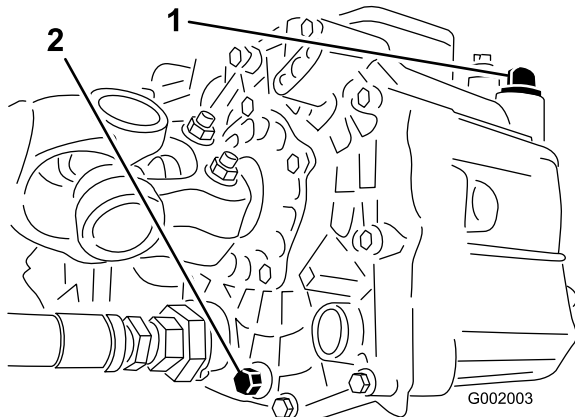

図 66
- 油圧オイル・タンクの側面にあるドレン・バルブをゆるめ、流れ出すオイルを容器に受ける(図 66)。